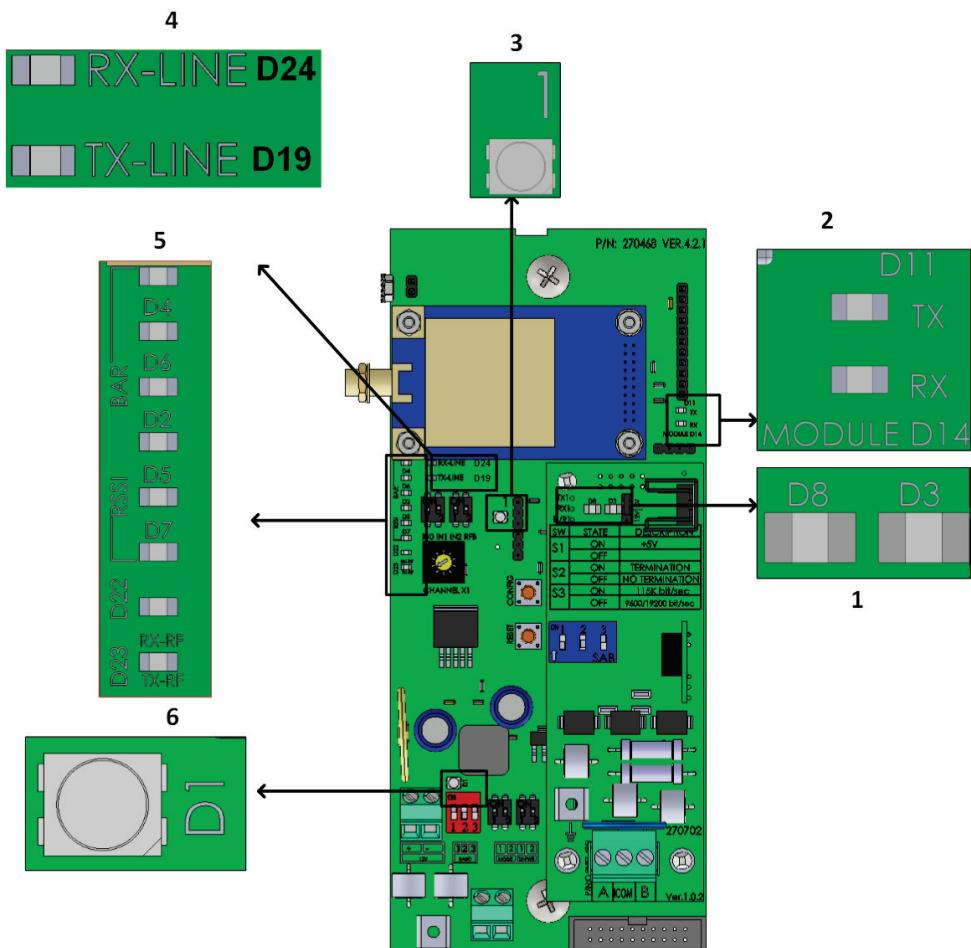
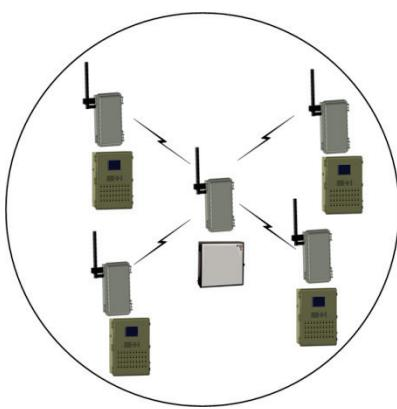

图 8: LEDs 位置
图18: 使用全方位天线的 RLINK ONE放置
- 将天线安装到一个杆上，然后通过RF线缆连到RLINK ONE上(图8).
- 选项1：将天线通过提供的RG-58电缆和天线固定夹连接(图 8)。
- 当使用原厂提供的天线，你可以将 RLINK ONE 和控制器放到环绕中央 RLINK(图 8)的任何地方。当使用单向天线的时候，请参考确保在你天线的规格说明范围之内 (图 18)。